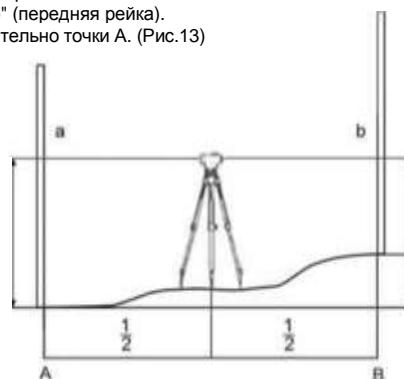

Рис.13
- 1) Установите прибор приблизительно посередине между точками А и В (Рис.13).
- 4) Разность отсчетов "а и b" является превышением "h" точки В относительно точки А. (Рис.13)